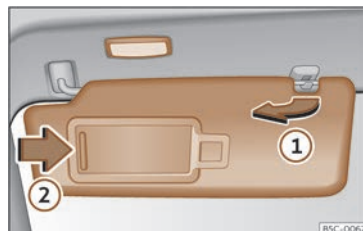

Fig. 105 Pare-soleil.
- Le pare-soleil peut être retiré du support et rabattu contre la porte >>> fig. 105 ①.